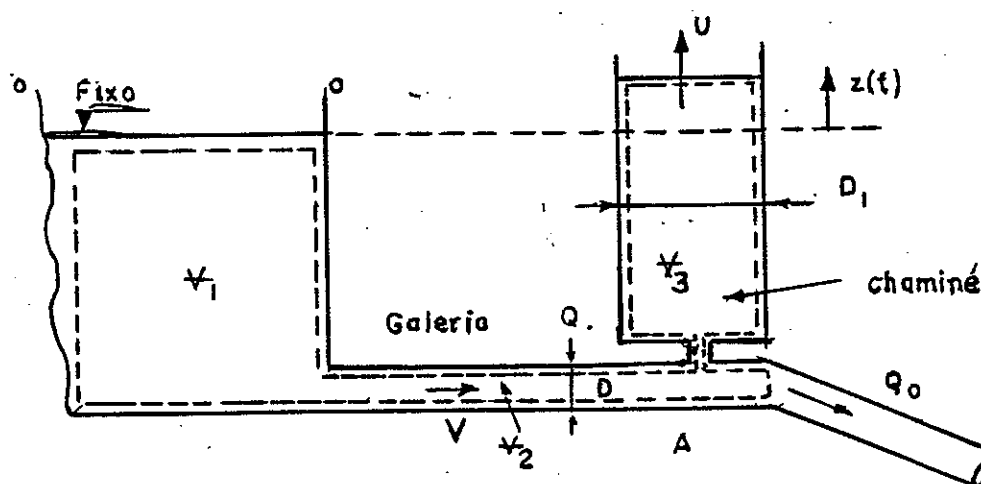

FIG.4.2.11
4.2.11 - Na instalação na Fig. 4.2.11 sabe-se que, quando a vazão  $Q$  passa bruscamente para  $Q_0$ , a superfície livre do líquido na chaminé adquire um movimento de oscilação dado por